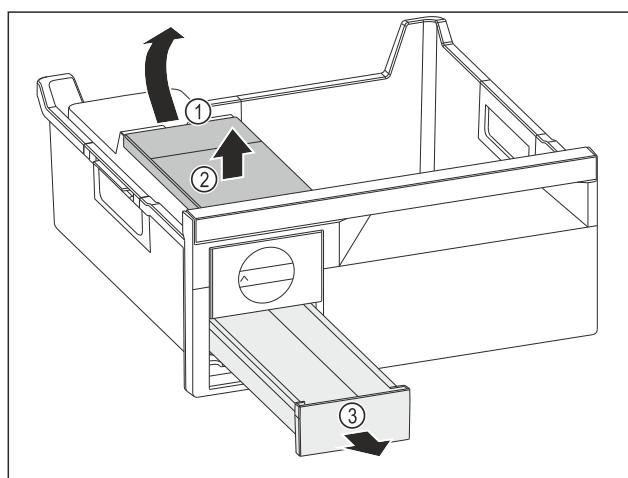

Fig. 182
- Odobratie nádržky na vodu: Nádržku na vodu nadvihnite za vybranie Fig. 182 (1).
- Nádržku na vodu Fig. 182 (2) odoberte smerom nahor.
- Zásuvku na kocky ľadu Fig. 182 (3) odoberte smerom nahor.